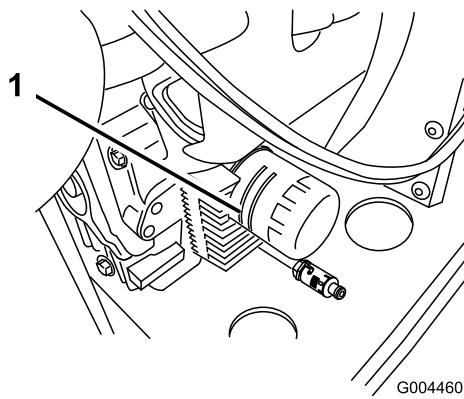

Figure 31
- Déposez le filtre à huile usagé et essuyez la surface du joint de l'adaptateur (Figure 31).